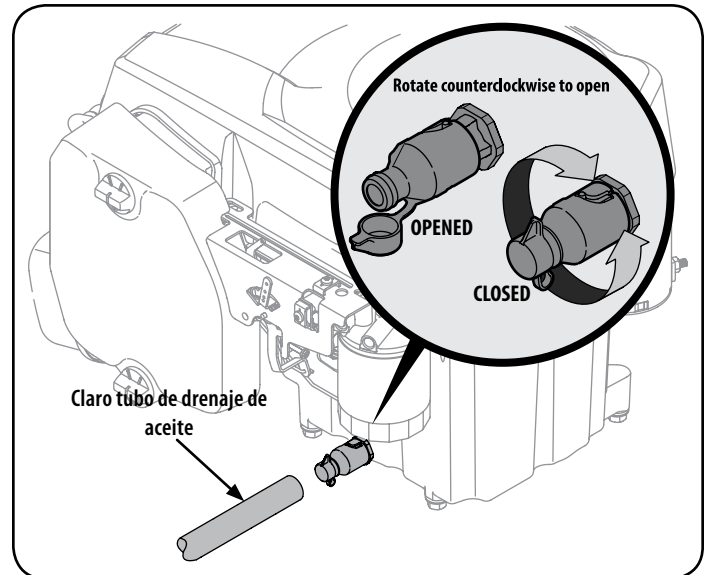
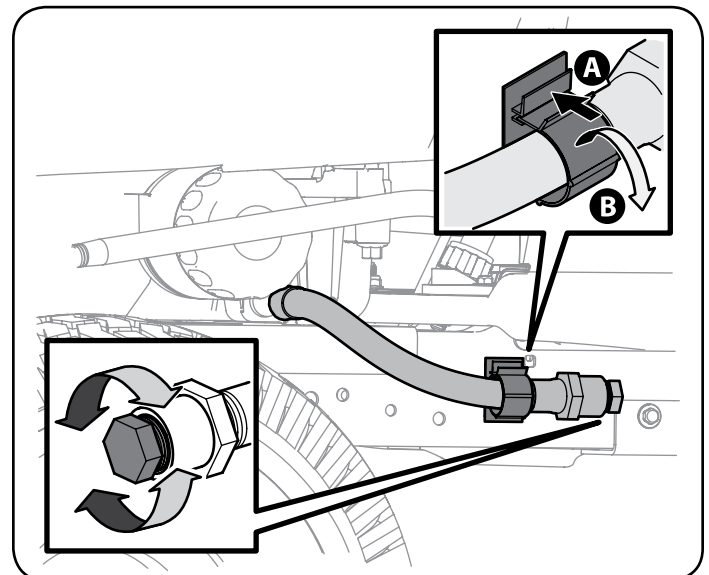

Figura 15
Figura 16
4. Su motor está equipado con un drenaje de aceite de giro y tracción (véase la Figura 15 y vaya al paso 5.) o un tapón de la manguera de drenaje de aceite extraíble (véase la Figura 16 y vaya al paso 6.) Siga el caso instrucciones para su tractor.
5. Torcer-y-tirar de drenaje de aceite (consulte la Figura 15):
4. Una el acople de la manguera al puerto de agua que se encuentra en la superficie de la plataforma. Vea la Figura 15.
Cada uno de los ejes y llantas de las ruedas delanteras viene equipado con un dispositivo de engrase. Consulte la Figura 16 para ver la ubicación del engrasador en los ejes y la Figura 17 para ver la ubicación del engrasador en las llantas. Lubrique con una grasa multiuso No. 2 aplicada con una pistola de engrase cada 25 horas de funcionamiento del tractor.